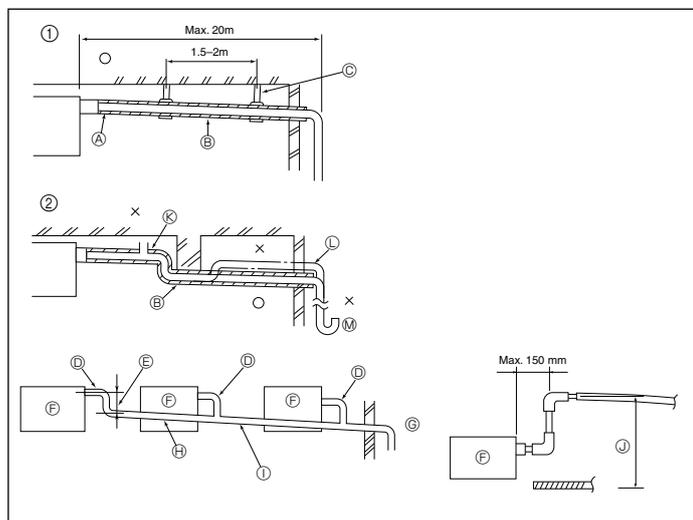

Fig. 6-1
6.1. Дренажные трубы (Fig. 6-1)